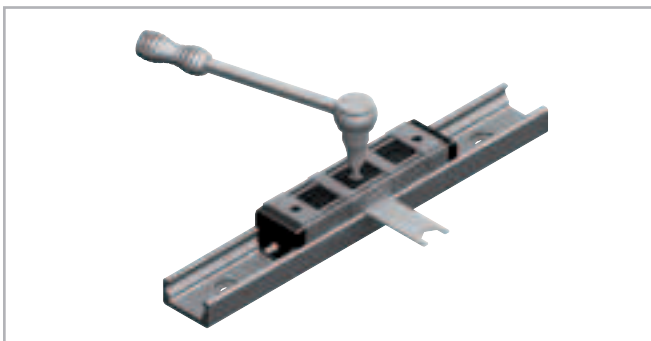

Abb. 98
(7) Während mit dem Einstellschlüssel die korrekte Lage des Rollenzapfens gehalten wird, kann die Befestigungsschraube sorgfältig angezogen werden. Das genaue Anzugsmoment wird später überprüft (s. Abb. 98 und Tab. 42).
(8) Bewegen Sie den Läufer in der Schiene und überprüfen Sie die Vorspannung über die gesamte Schienenlänge. Die Bewegung sollte leichtgängig sein, der Läufer darf an keiner Stelle der Schiene Spiel haben.
(9) Bei Läufern mit mehr als 3 Rollen wiederholen Sie diese Vorgehensweise mit jedem einzustellenden Rollenzapfen. Stellen Sie sicher, dass alle Rollen gleichmäßigen Kontakt zu den Laufbahnen haben.
(10) Ziehen Sie jetzt die Befestigungsschrauben mit dem aus der Tabelle ersichtlichen, vorgeschriebenen Anzugsmoment fest, wobei der Flachschlüssel die Winkelstellung des Zapfens festhält. Ein Spezialgewinde im Rollenzapfen sichert diese eingestellte Lage.
(11) Montieren Sie jetzt die Abstreifer der CSW- und CDW-Läufer und sorgen Sie für eine korrekte Schmierung der Laufbahnen.